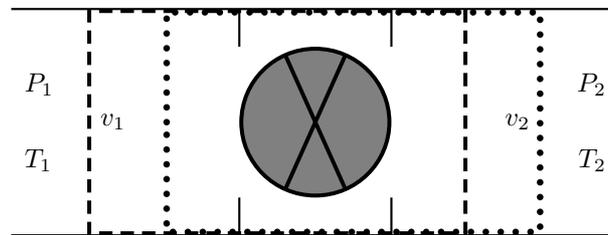

FIG. 2 – Fluide en écoulement permanent
13. On étudie l'écoulement d'un fluide (figure 2) dans une canalisation, en régime permanent. Le fluide s'écoule à travers une machine qui le fait passer de l'état 1 à l'état 2. La pression est notée P_i , la température T_i et le volume massique v_i . Montrer, en négligeant les énergies cinétique et potentielle massiques, que :